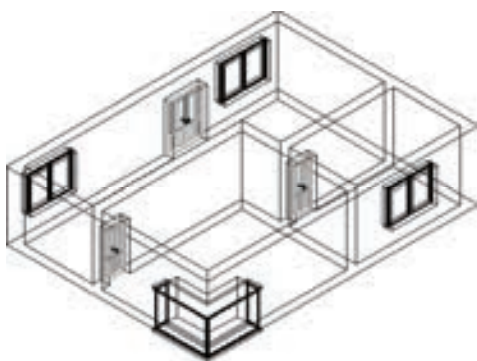

图 5-29 三维效果
5) 将当前视图转换为“西南等轴测视图”，查看转角窗的三维效果，如图 5-29 所示。